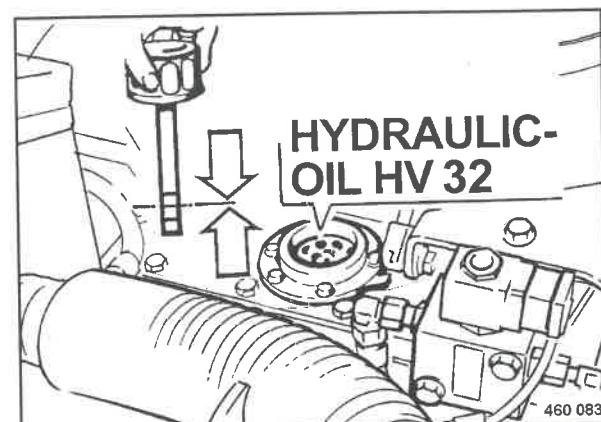

Fig. 134
- Riempire nuovo olio idraulico (Fig. 134), non rimuovere la cartuccia di rete del filtro.